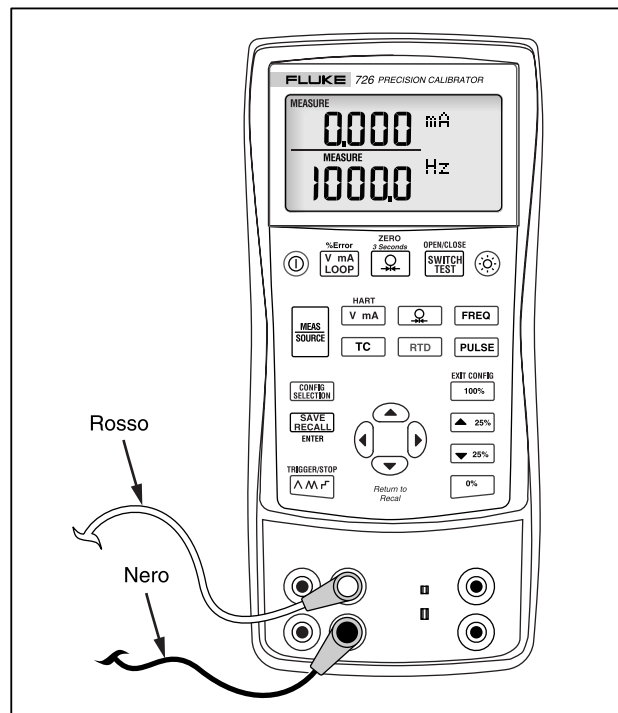

Figura 9. Misura delle grandezze elettriche
1. Collegare il calibratore come indicato nella Figura 9.